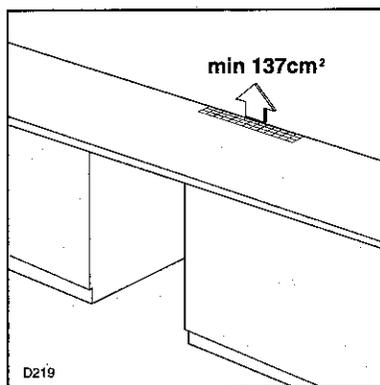

Abb. 4
**Wichtig:** Um ein gutes Funktionieren des Gerätes zu gewährleisten, ist auf der Arbeitsplatte der Einbauküche eine Mindestöffnung von  $137 \text{ cm}^2$  (Abb. 4) vorzusehen.